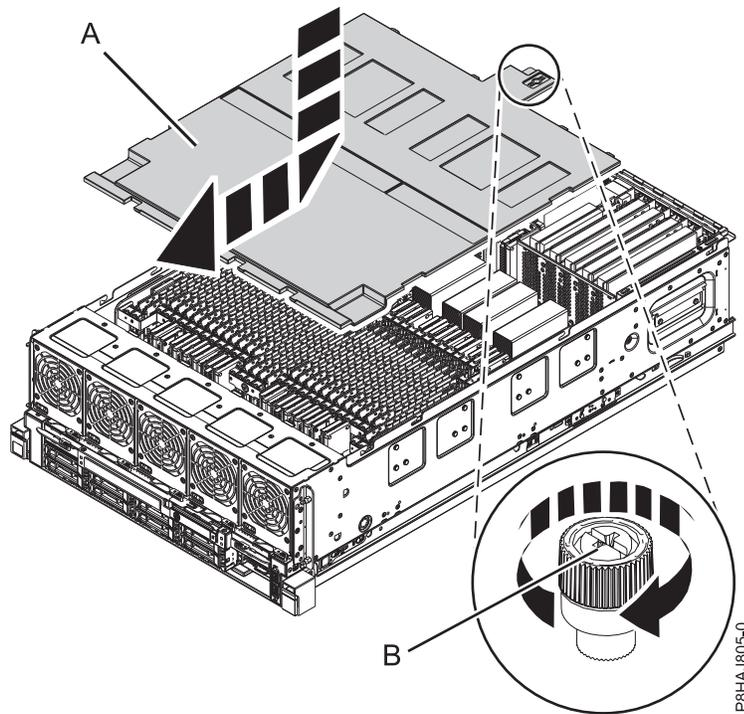

Figure 36. Remise en place du capot de sécurité
2. Poussez le capot de sécurité (A) en direction du châssis.
3. Serrez la vis moletée (B) en la tournant dans la direction illustrée dans figure 36, à la page 57 dans le but de fixer le capot de sécurité au châssis.